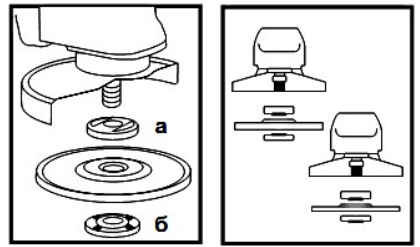

Рисунок 2
**4.3** Встановіть на виріб шліфувальний або відрізняючий круг. Для цього натисніть на кнопку фіксації шпинделя (1) і проверніть його до такого положення, при якому він зафіксується. За допомогою вилочного ключа з комплекту виробу відверніть і зніміть затискну гайку (б) (дивіться рисунок 2). Встановіть шліфувальний диск на посадкове місце фланцевої шайби (а) (рисунок 2), наживіть рукою затискну гайку на шпиндель і затягніть її ключем з комплекту приладу.